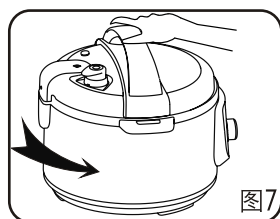
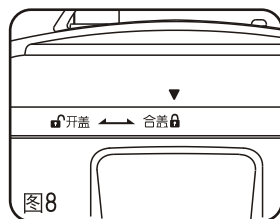

图7
图8
- 14、禁止在产品缝隙中插入金属屑、针等异物，否则会引起触电或工作异常等现象。（如图7）
- 15、煲体禁止用水冲洗和浸泡，以免发生触电和短路。（如图8）
- 2) 手握上盖手柄，上盖“▼”标识箭头对准收水圈“🔓”开盖标识位置后，将上盖放入收水圈限位边内，然后逆时针旋转，使上盖“▼”标识箭头对准收水圈合盖“🔒”标识位置，并听到扣合声。（图7、图8）